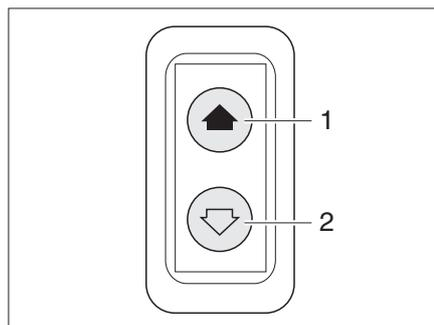

Bild 17 Schalter für elektrischen Fensterheber
Das Fahrzeug ist auf der Fahrerseite mit einem elektrischen Fensterheber (Bild 17) ausgestattet.
*Öffnen:* ■ Schalter unten drücken (Bild 17,2).
*Schließen:* ■ Schalter oben drücken (Bild 17,1).